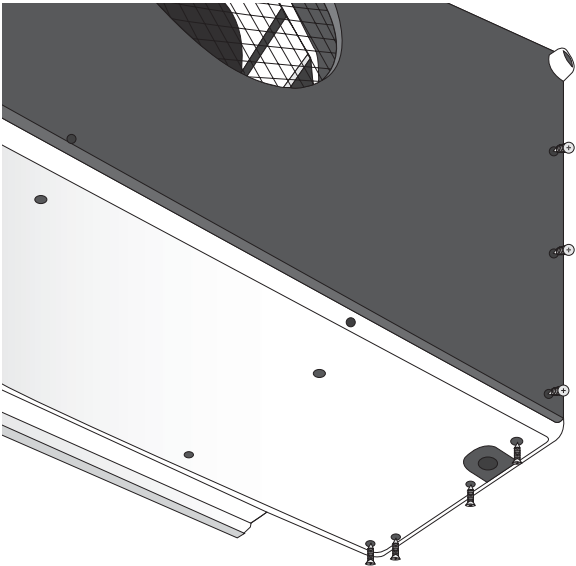

fig. 1
2. Praticare l'apertura nel muro delle dimensioni riportate nella dima di cartoncino che trovate nell'imballaggio dell'apparecchio (vedi fig. 1).